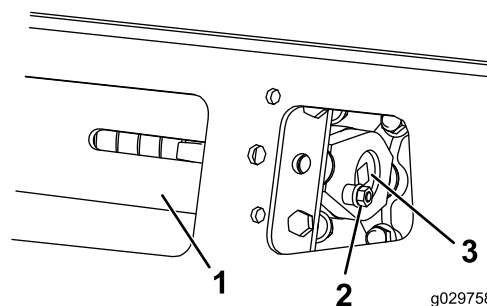
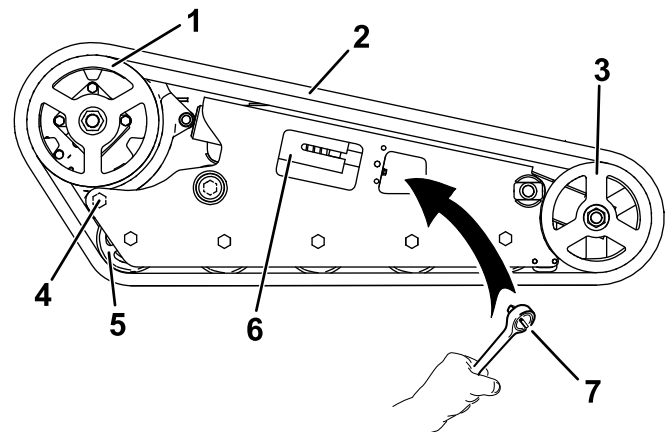

Figure 59
Figure 65
3. Enlevez le boulon de blocage, l'entretoise et l'écrou (Figure 59).
5. Alignez l'encoche la plus proche dans la vis de tension et le trou du boulon de blocage, et fixez la vis avec le boulon et l'écrou de blocage (Figure 59).
4. Enlevez le boulon et l'écrou de blocage (Figure 59).
5. À l'aide d'une clé à cliquet de ½ pouce, tournez la vis de tension dans le sens horaire pour détendre la transmission (Figure 59 et Figure 65).
6. Desserrez le boulon arrière près de la roue d'entraînement (Figure 65).